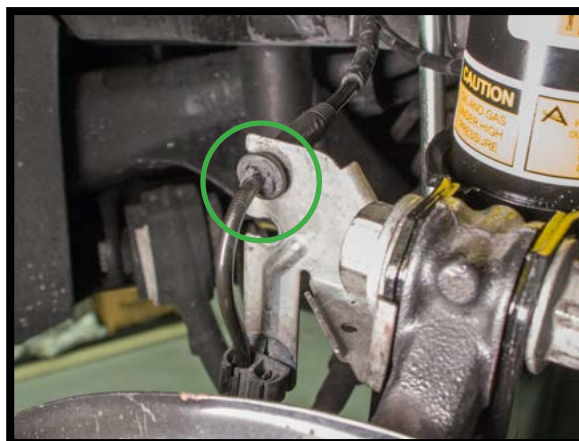

FIGURE 13
5. FIXER LE CÂBLE ÉLECTRIQUE SUR LE SUPPORT DE RETENUE SUR L'AMORTISSEUR PNEUMATIQUE. (FIGURE 13)